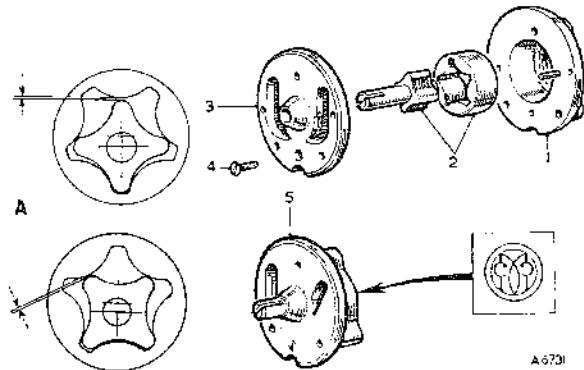

Fig. A.20
- (5) piezas según sea necesario.
- (6) Instalar los rotores en el cuerpo de la bomba.
- (7) Colocar una regla a través de la cara de acoplamiento del cuerpo de la bomba, y medir la separación que hay entre la cara superior y los rotores y el lado inferior de la regla. Esta separación no debe pasar de 0,127 mm. En los casos en que la separación es excesiva, se puede corregir quitando las dos espigas de centrado de la tapa y afilando la cara de acoplamiento del cuerpo de la bomba.
- (8) Instalar los rotores en el cuerpo de la bomba y medir el hueco que hay entre los lóbulos de rotor cuando están en la posición indicada en la Fig. A.20. Si el hueco pasa de 0,152 mm., se deben renovar los rotores.
- (9) La bomba se arma siguiendo a la inversa el procedimiento llevado a cabo para desarmarla.
- (10) Una vez armada, comprobar si los rotores de la bomba se mueven libremente.